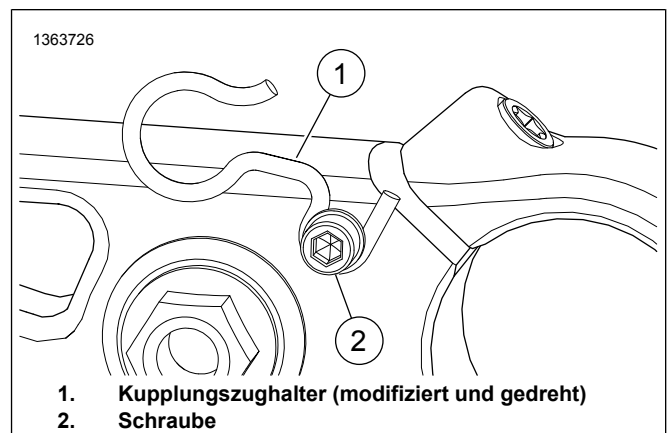

Abbildung 4. Modifizierter Kupplungszughalter
1. Abbildung 4 Schraube (2) lösen.
2. Original-Kupplungszughalter (1) entfernen.